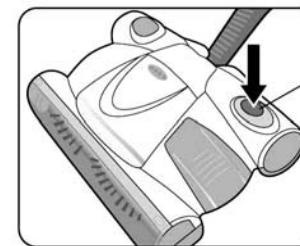

Fig. 4
2. Presione el botón de encendido para hacer funcionar la unidad. Para apagarla, presione nuevamente el botón. (Fig. 4).